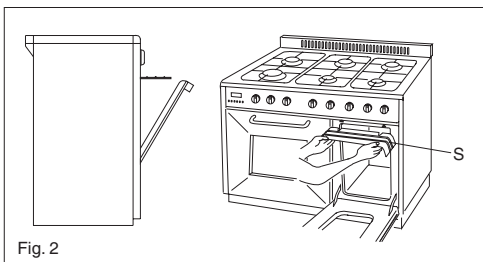

Fig. 2
Le grilloir doit toujours être utilisé avec porte entrouverte (en correspondance du premier déclenchement de la charnière), et le déflecteur pour la protection des manettes installé (fig. 2).
- Mettre en place l'écran de protection **S** de manettes et placer la porte en position entre ouverte (voir fig. 2).